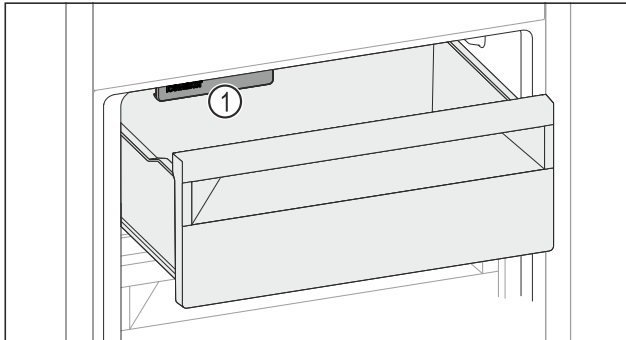

Fig. 145
- IceMaker Fig. 145 (1) berücksichtigen.